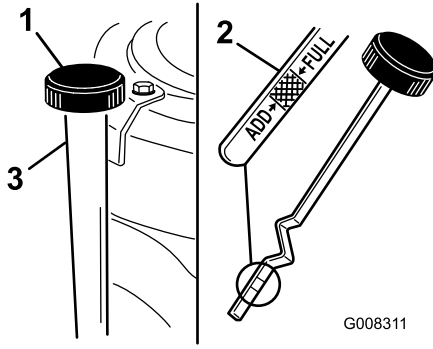

Figura 25
- Limpie alrededor de la varilla (Figura 25) para impedir que caiga suciedad por el orificio de llenado y cause daños en el motor.
- Desenrosque la varilla y limpie el extremo metálico (Figura 25).
- Enrosque la varilla de aceite a fondo en el tubo de llenado (Figura 25).
- Limpie alrededor de la varilla y desenrosque el tapón (Figura 25).
- Vierta lentamente aproximadamente un 80% del aceite de motor por el tubo de llenado (Figura 25). Consulte Mantenimiento del aceite de motor \(página 23\).